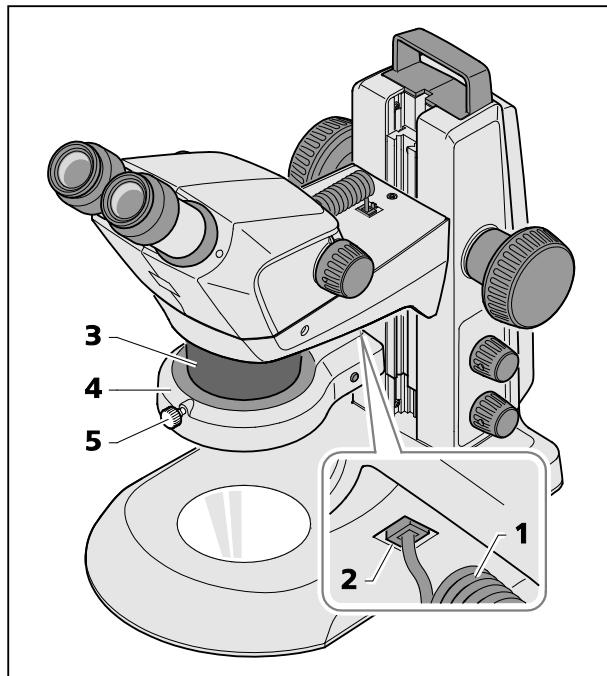
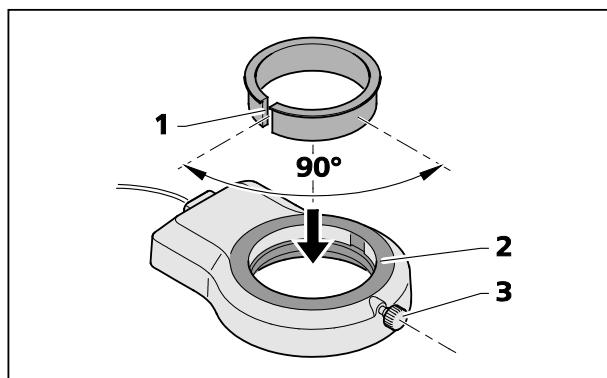

Fig. 13 Montar a lâmpada anular no corpo de microscópio
Fig. 14 Montar a lâmpada anular no módulo óptico adicional 3
- Inserir o cabo de ligação (Fig. 13/1) da lâmpada anular (Fig. 13/4) na tomada inferior (Fig. 13/2) do suporte Stemi e na tomada da lâmpada anular.
- Adaptar a lâmpada anular, de baixo para cima, no corpo de microscópio (Fig. 13/3) e fixá-la mediante o parafuso serrilhado (Fig. 13/5).
- Encaixar o adaptador fendido (Fig. 14/1), fornecido com o módulo óptico adicional, de cima para baixo, na lâmpada anular (Fig. 14/2).
- Empurrar para cima a lâmpada anular com o adaptador, no módulo óptico adicional, e fixá-la mediante o parafuso de aperto (Fig. 14/3) (analogamente Fig. 13).
Consegue-se o melhor efeito de aperto estando deslocados por 90°, aproximadamente entre eles, a fenda (Fig. 14/1) do adaptador e o parafuso de aperto (Fig. 14/3) da lâmpada anular.